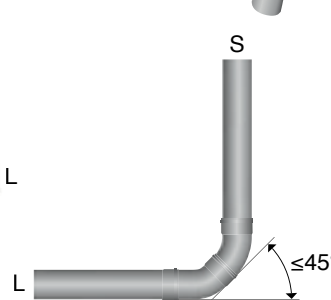

Fig. 11
- Stående samlingsledning (S) som övergår i liggande samlingsledning (L) ska utföras med två böjar med vardera vinkeln högst $\alpha \leq 45^\circ$ eller med en särskild utformad rör-del. Se fig. 11.